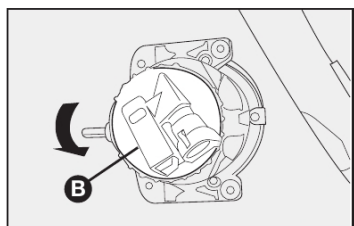

fig. 34
2) girar a tampa **B-fig. 34** no sentido anti-horário;